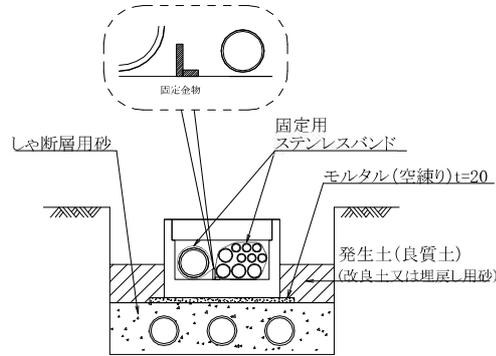

図3-7 小型トラフ断面図
- 1) さや管配管作業時の小型トラフのずれ防止のために、小型トラフの中程まで発生土により埋戻しを行う。(図3-7)